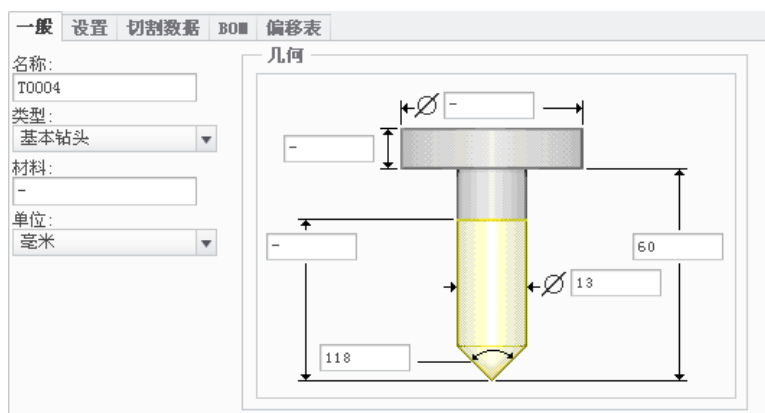

图 19.4.34 设定刀具一般参数
Step3. 在弹出的“刀具设定”对话框中，单击“新建”按钮 **新建** 设置新的刀具参数。在 **一般** 选项卡中设置图 19.4.34 所示的刀具参数，然后依次单击 **应用** 和 **确定** 按钮，返回到“孔加工：钻孔”操控板。